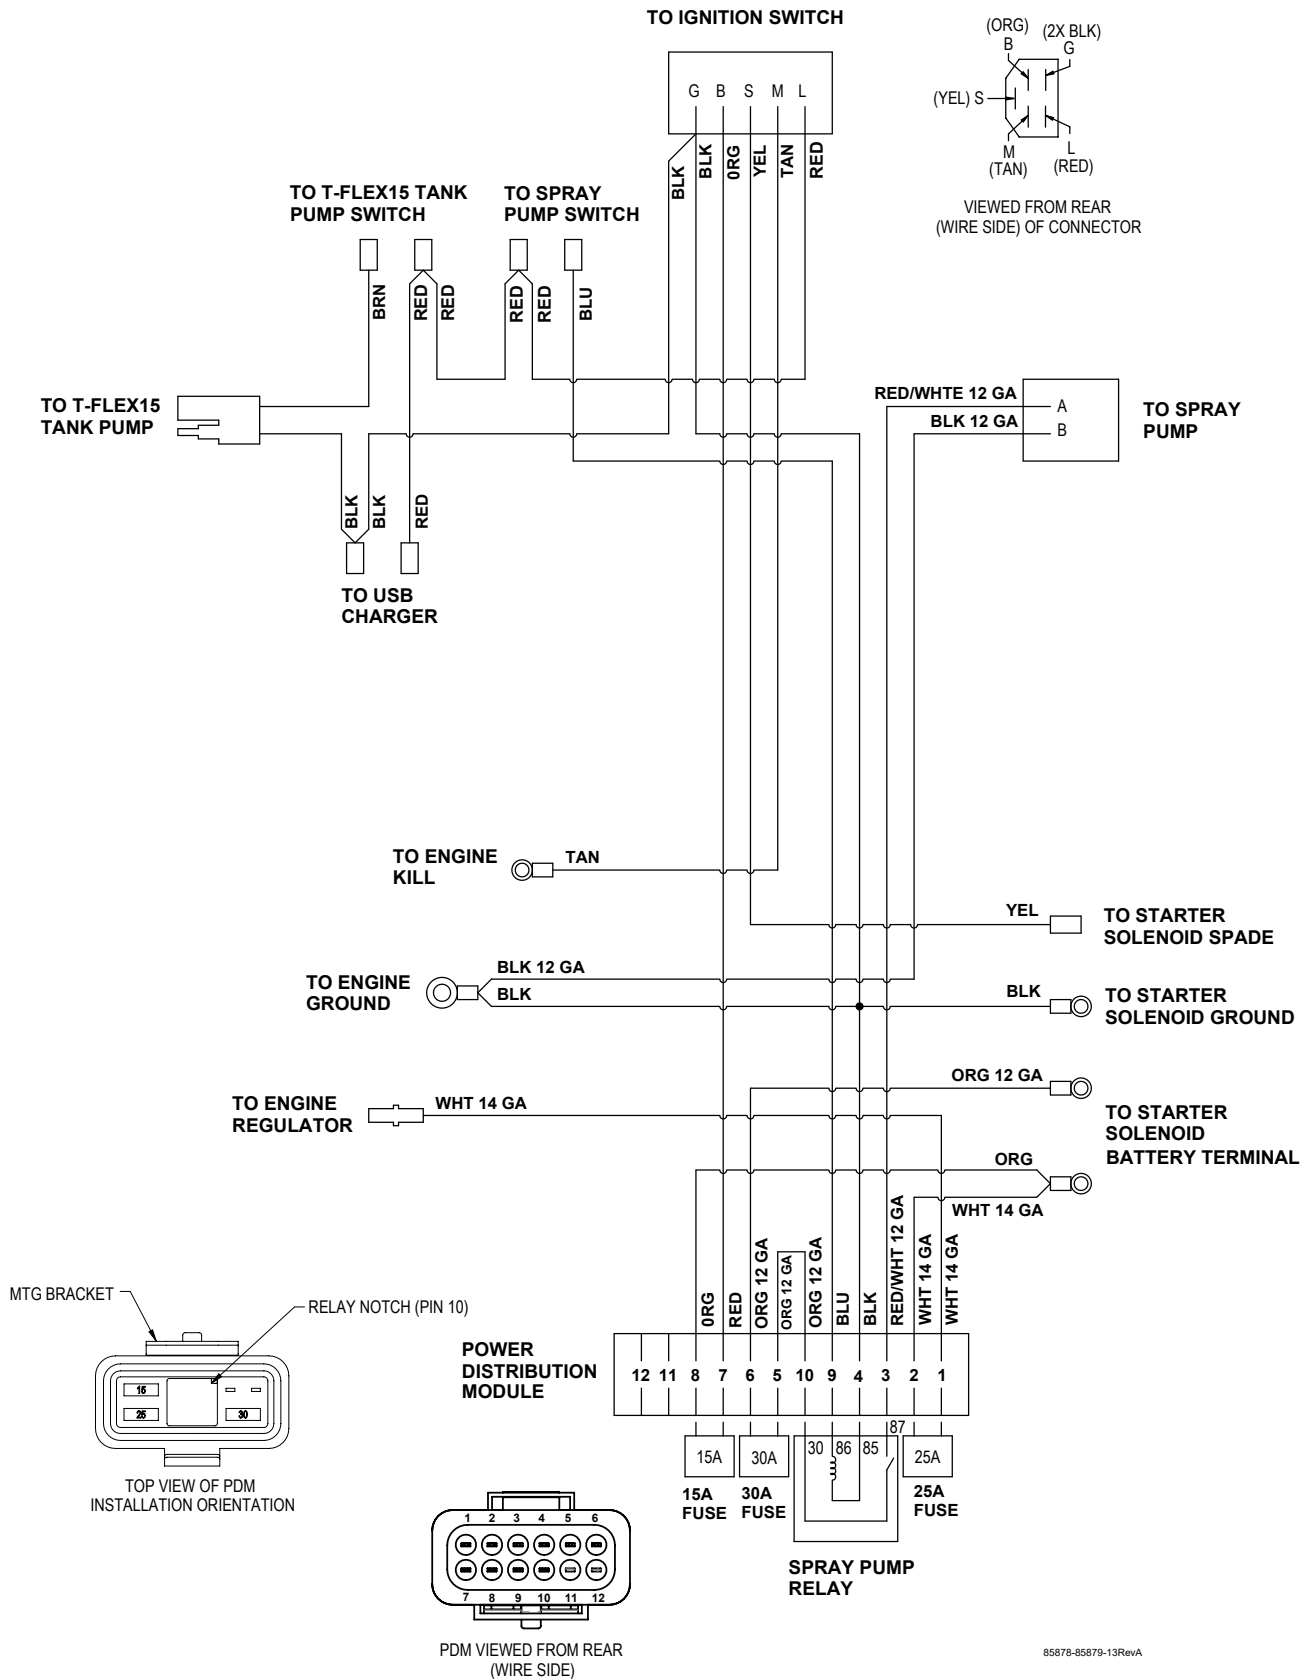

**FIGURE 29**
**V-BELT IDENTIFICATION (See Figure 29)**